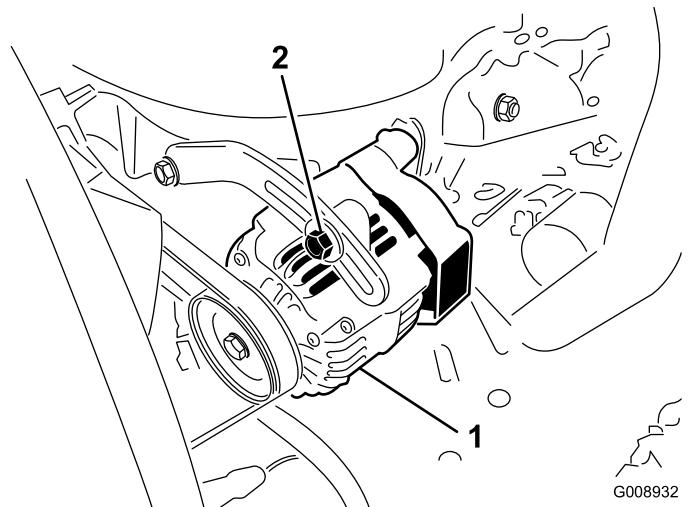

图 73
每操作 100 个小时后检查皮带的状况和张紧力 (图 73)。
2. 如果下压不是 10mm 请松开发电机固定螺栓 (图 73)。增大或减小发电机皮带张紧力然后拧紧螺栓。再次检查皮带的下压确保张紧力正确无误。